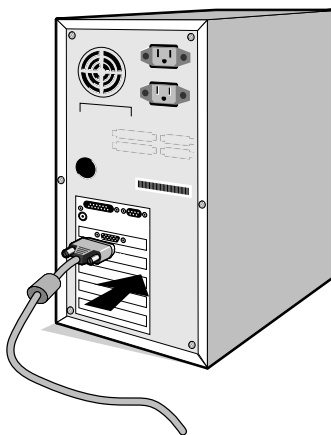

Abbildung A.1
2. **PC:** Verbinden Sie den Mini-D-SUB-Stecker (15 Stifte) des Signalkabels mit dem Anschluss der Grafikkarte in Ihrem System (**Abbildung A.1**).